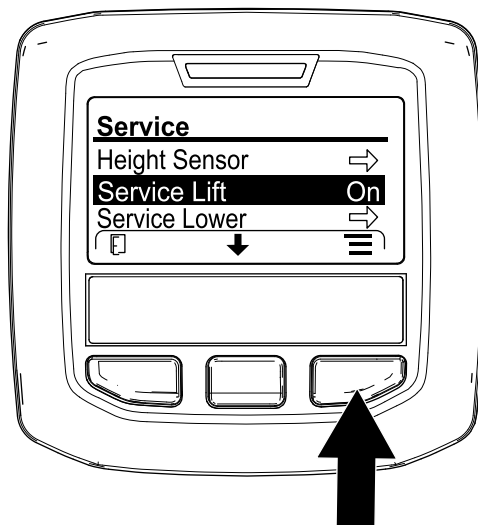

Figura 131
4. Apăsai butonul central InfoCenter până când este selectată opțiunea SERVICE LIFT (Ridicare pentru service) (Figura 131) i apăsai butonul din dreapta.